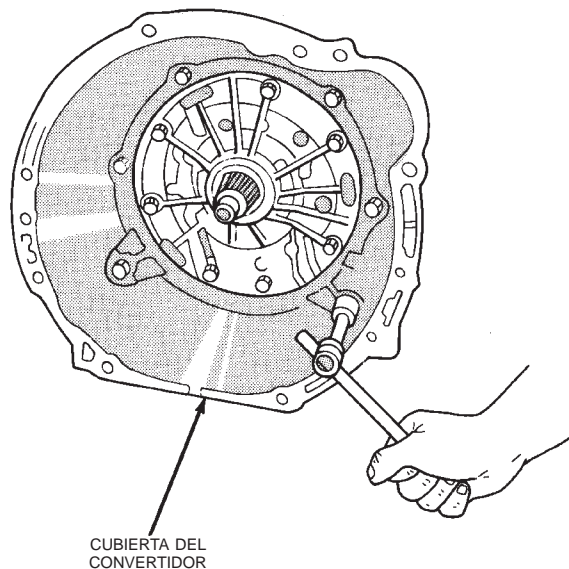

Fig. 84 Desmontaje de la cubierta del convertidor
- (3) Retire la palanca de cambios del eje de la válvula manual en el lado izquierdo de la transmisión.
- (4) Retire el conmutador de posición estacionamiento/punto muerto.
- (5) Retire el sensor de velocidad.
- (6) Retire los pernos de la cubierta del convertidor y retire la cubierta (Fig. 84) de la caja.